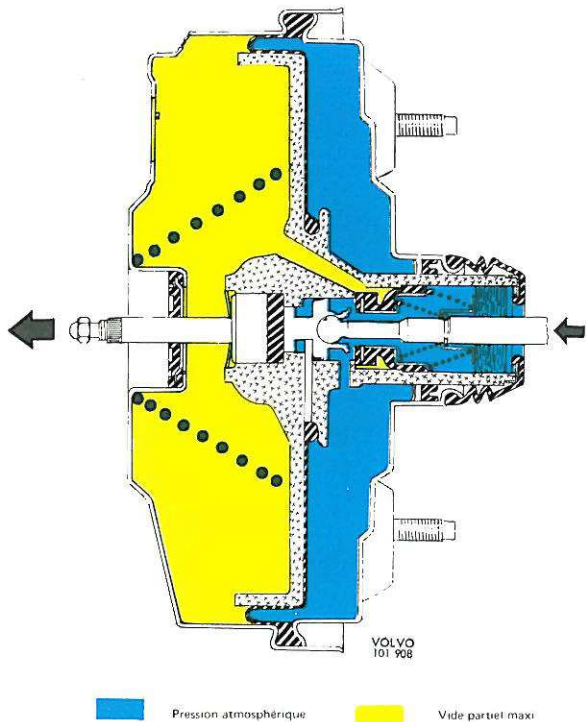

Figure 83. Plein freinage
Lorsque le piston (10) quitte la valve (11), la communication est établie entre le compartiment situé à droite de la membrane et l'intérieur de la valve. L'air atmosphérique pénètre alors dans le compartiment situé à droite de la membrane et repousse cette dernière, ainsi que le boîtier de commande vers la gauche. Ceci a pour résultat d'amplifier la pression exercée sur la pédale de frein et sur la tige-poussoir avant. A une pression sur la pédale correspondant au maximum de l'effet servo, les différentes pièces de la servocommande occupent les positions indiquées sur la figure 83.